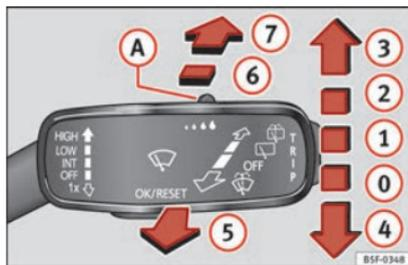

Fig. 140 Le levier d'essuie-glace.
– Si vous souhaitez simplement laver **brèvement** le pare-brise, déplacez le levier vers le bas jusqu'à la position **4** » fig. 140.
– Déplacez le levier jusqu'en position **1** » fig. 140.
– Déplacez le levier jusqu'en position **2** » fig. 140.
– Déplacez le levier jusqu'en position **3** » fig. 140.
– Tirez le levier vers le volant, sur la position **5** » fig. 140, pour que le lave-glace et les essuie-glace fonctionnent.
- Poussez le levier vers l'avant jusqu'en position ⑥ » fig. 140 et l'essuie-glace arrière s'enclenche toutes les 6 secondes.
- Poussez complètement le levier vers l'avant en position ⑦ » fig. 140 pour faire fonctionner simultanément l'essuie-glace arrière et le système de liquide lave-glace arrière.
- Lâchez le levier. Le système de liquide lave-glace arrière cesse de fonctionner, alors que l'essuie-glace arrière continue à fonctionner pendant 1 à 3 balayages (en fonction du temps de fonctionnement du gicleur). **En le relâchant, le levier reste sur la position ⑥.**
- Déplacez le levier jusqu'à la position ① » fig. 140.
Lorsque les feux de croisement ou de route sont allumés, si vous déplacez le levier sur la position ⑤ » fig. 140, les lave-phares s'enclenchent brièvement. Les lave-phares s'enclenchent également toutes les dix activations du système de liquide lave-glace.